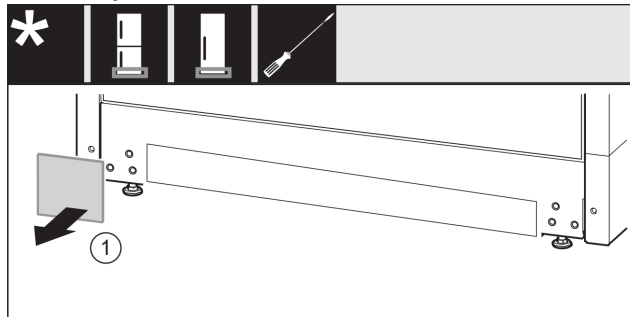

Fig. 15
- ▶ Skinite poklopac Fig. 15 (1).